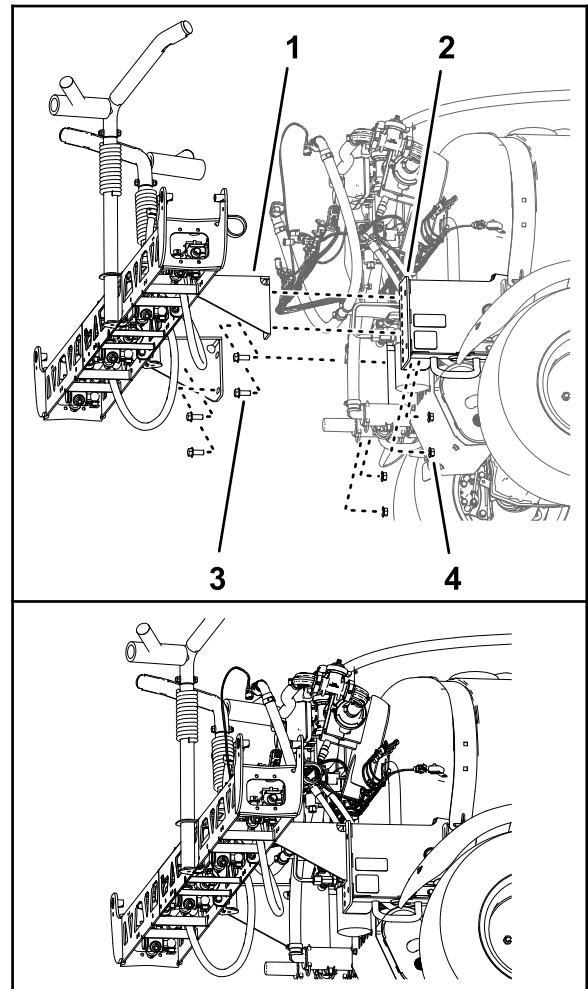

Figure 93
1. Avec un matériel de levage de la capacité spécifiée, élevez la section de pulvérisation centrale et alignez les trous dans la patte de support de la section de pulvérisation (Figure 93) et les trous dans la plaque de montage du cadre de la machine que vous avez identifiés à l'opération 3 de Dépose de la section de pulvérisation centrale (page 23).
2. Fixez la section de pulvérisation centrale sur les profilés de montage (Figure 93) à l'aide des 4 boulons à embase (1/2 x 1-1/4") et des 4 contre-écrous à embase (1/2") que vous avez retirés à l'opération 4 de Dépose de la section de pulvérisation centrale (page 23).